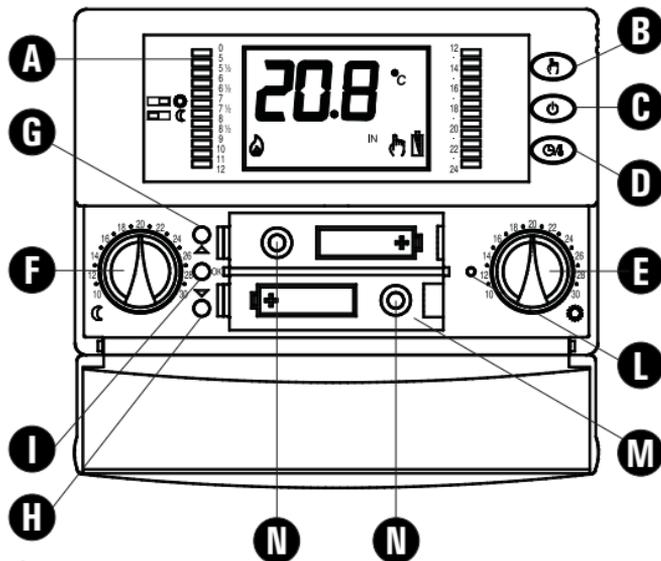

Fig. 1 - Abb. 1
- Inserire le batterie nel vano batterie (M di Fig. 1); vedi paragrafo 'INSERIMENTO / SOSTITUZIONE BATTERIE'.
Inserire le pile rispettando le polarità indicate nell'apposito vano (Fig. 1) ed eseguire l'operazione di reset agendo con un oggetto appuntito attraverso l'apposito foro (L di Fig. 1). **NON USARE AGHI.**
'OK': Programmazione/Ora/Conferma (I di Fig. 1);
'▲': Avanti (G di Fig. 1);
'▼': Indietro (H di Fig. 1);